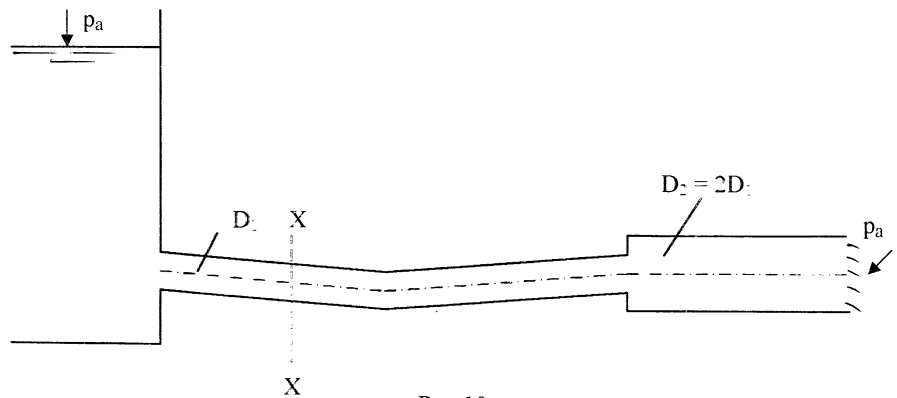

Рис. 10
2.2. Для трубопроводов, представленных на рис. 10, 11, построить напорные и пьезометрические линии, для сечения x-x показать слагаемые уравнения Бернулли (слагаемые полного напора).